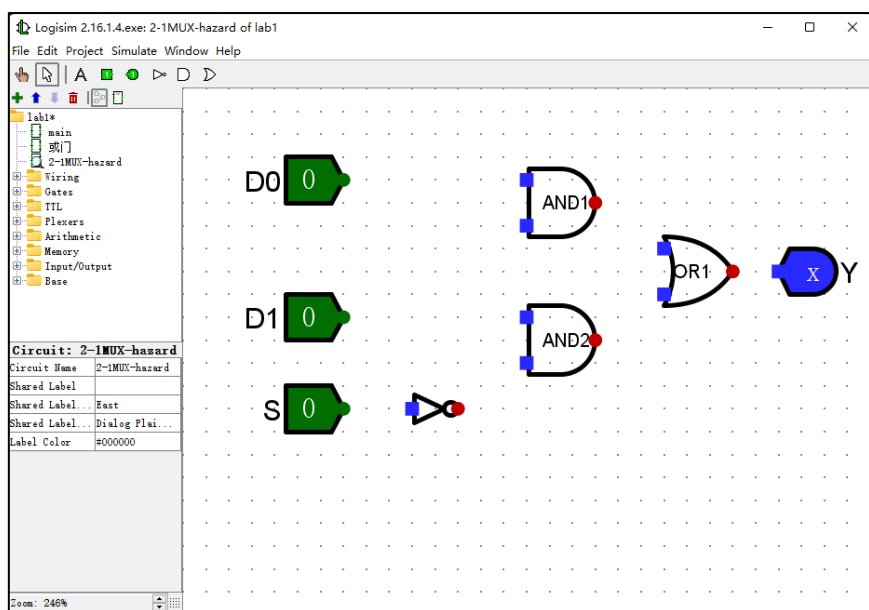
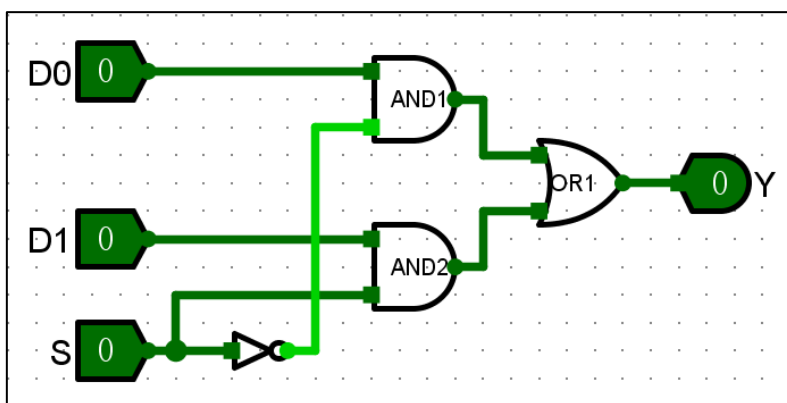

图 1.12 2 路选择器的部件图
图 1.13 2 路选择器电路图
1) 选择基本部件。根据 2 选 1 多路选择器（2 路选择器）的逻辑表达式  $Y=D0 \cdot \bar{S} + D1 \cdot S$ ，使用两个 2 输入与门、1 个 2 输入或门、1 个非门、3 个输入端和 1 个输出端实现两级与-或逻辑电路。在 Logisim 工作区中的部件布局如图 1.12 所示。
2) 部件连线。在图 1.12 的基础上实现 2 路选择器，电路图如图 1.13 所示。